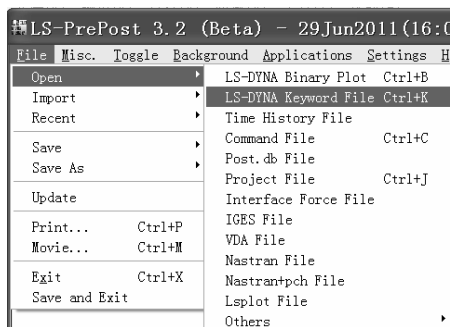

图 8-10 导入 k 文件的方法
(2) 单击操作界面左上角处的“File”（见图 8-10），再将光标指向“Open”，然后单击“LS-DYNA Keyword File Ctrl+K”，最后找出“D:\Ch8\tubes one”目录下的“tubes one.k”文件。打开该文件后，图形窗口中出现几何模型。